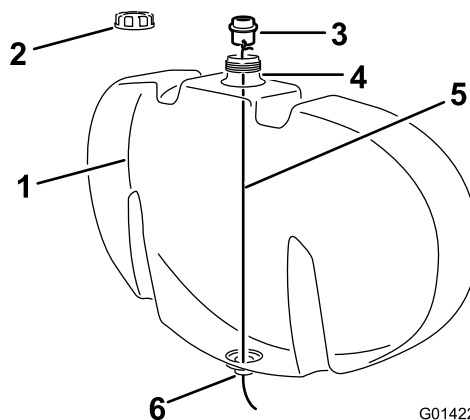

Figure 2
1. Attachez un fil plus long que la hauteur du réservoir à l'un des trous de l'étrier de fixation du raccord de traversée (Figure 2).
2. Enlevez le bouchon de remplissage du réservoir de rinçage (Figure 2).
3. Descendez le fil par l'ouverture dans l'orifice de remplissage du réservoir faites-le passer par l'ouverture au fond du réservoir (Figure 2).